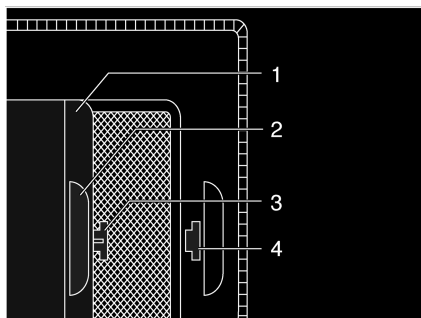

Fig. 43 Store occultant
- Tirer le store occultant (Fig. 43,1) par la poignée (Fig. 43,2) et accrocher le crochet (Fig. 43,3) dans l'ouverture (Fig. 43,4).
- Tirer le crochet (Fig. 43,3) de l'ouverture (Fig. 43,4) et laisser revenir le store occultant.